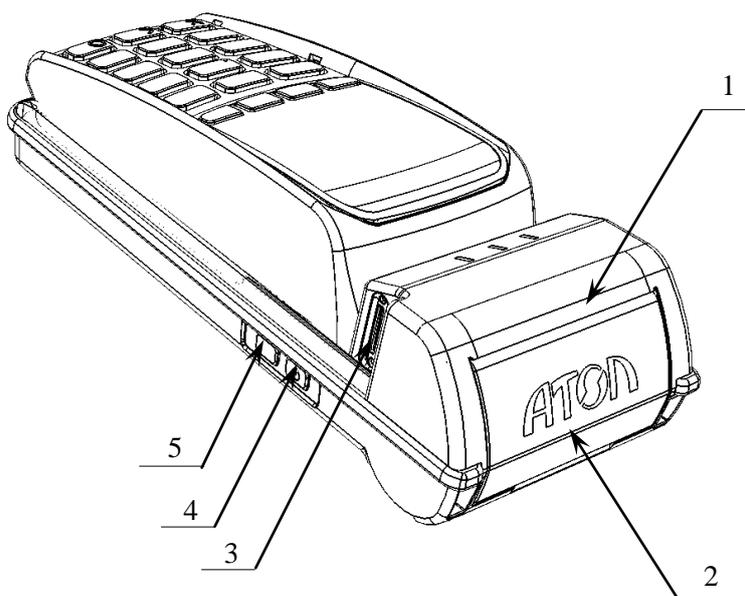

Рисунок 2. Вид сзади/сверху/слева
6. Нажать кнопку промотки ЧЛ (смотрите рисунок 2) и проверить свободный ход ленты.